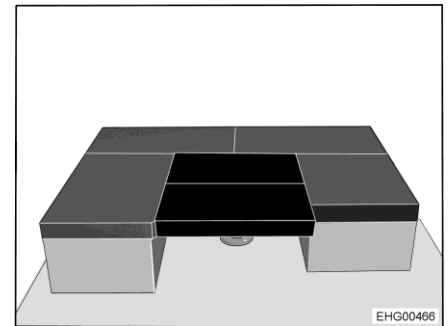

Bild 175 Efter ombyggnaden
- Lägg de 2 extra dynorna tvärs över bordet (se Bild 175).